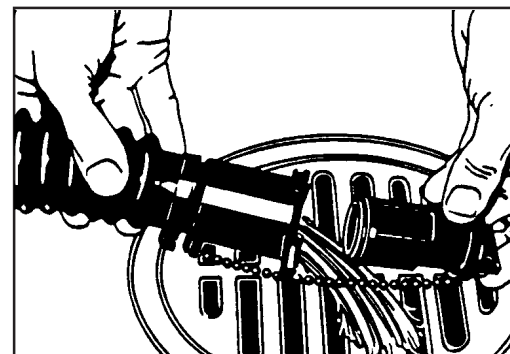

Abb. 28
- 2.) Zur vollständigen Öffnung des Ventils drehen Sie den Griff nach rechts. Ziehen Sie den Griff aus dem Ventil heraus. (Abb.28).